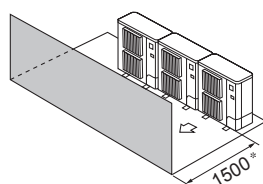

Fig. 2-11
- ③ Алдыңғы жақтағы кедергілер (Fig. 2-11)